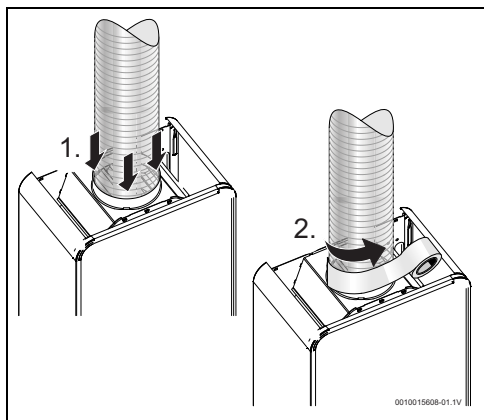

Fig. 9
- debe introducirse en el interior del anillo de la chimenea ($\rightarrow$ dimensión del anillo en la Tab. 4), sin huecos, y apoyarse en las conexiones. Si hay huecos, la conexión debe sellarse con material adecuado (Fig. 9),